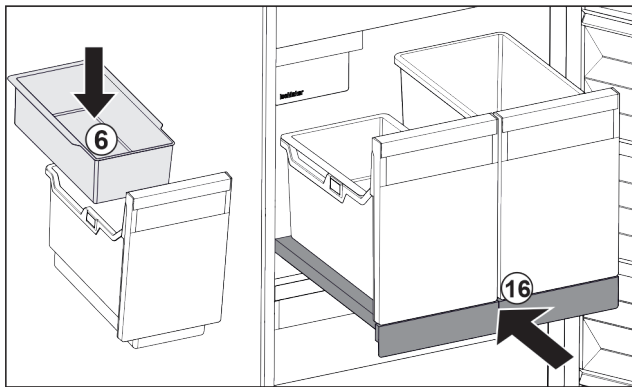

Fig. 106
- ▶ Inserire la vaschetta da agganciare Fig. 106 (6) per i cubetti di ghiaccio.
- ▶ Inserire il ripiano estraibile con il contenitore (IceTower). Fig. 106 (16)